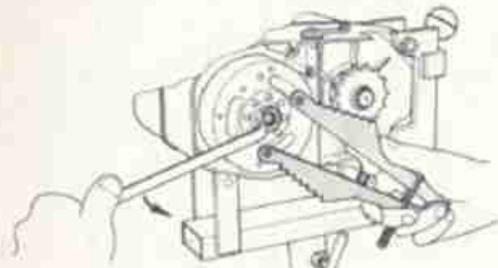

FIG. 8 Rimozione dado volano
- 3) **BLOCCANDO** la girante del volano magnete con l'apposita chiave di fermo (cod. 05.0338.0) svitare il dado di fissaggio della girante con una chiave da 15 mm. (vedi fig. 8).